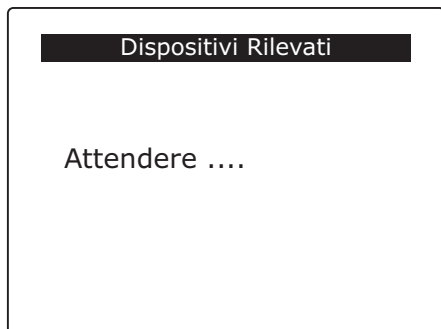

Fig. 4
I moduli (B2MIA101, B2MI0401, B2MO0201) possono essere installati a parete su una superficie perfettamente piana oppure all'interno di una scatola di derivazione o ancora su guida din (fig. 1). Togliere il ponticello presente sul modulo e inserire quello presente sulla copertura (fig. 3). Fissare la protezione al modulo tramite la vite in dotazione (fig. 4) facendo attenzione che nella posizione prescelta, la levetta (A) del microinterruttore della protezione sia azionata e che il cavo di collegamento (B) fra copertura e modulo non si venga accidentalmente a trovare fra i due elementi.
Una volta terminata la taratura delle dimensioni del display seguendo le semplici indicazioni, il sistema rileverà automaticamente i dispositivi collegati (fig. 4).